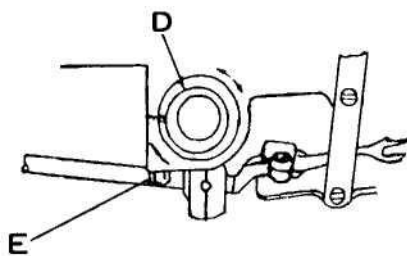

Рис. 21
1. Ослабьте установочный болт «E», переместите опорную муфту эксцентрика «D» вправо и влево, затяните установочный болт «E» (рис. 21).
1. Ослабьте установочный винт «Е» (рис. 21) и поверните опорную муфту эксцентрика «D» так, когда нитевой крючок находится в правом конце своей траектории в соответствии с описанными выше требованиями.